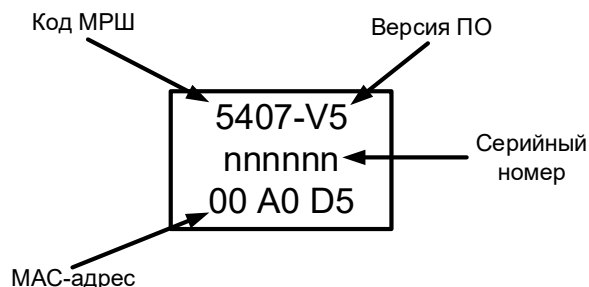

Рисунок 4
3. «MAC адрес» содержит уникальный трёхбайтный код, который присваивается МРШ на этапе производства. Значение MAC-адреса указано на шильдике, который приклеен на лицевой стороне платы (см. Рисунок 4);